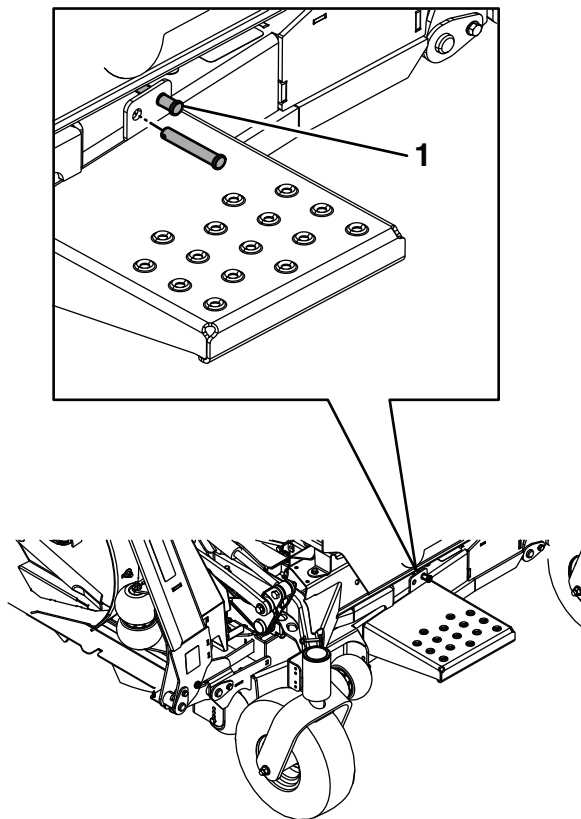
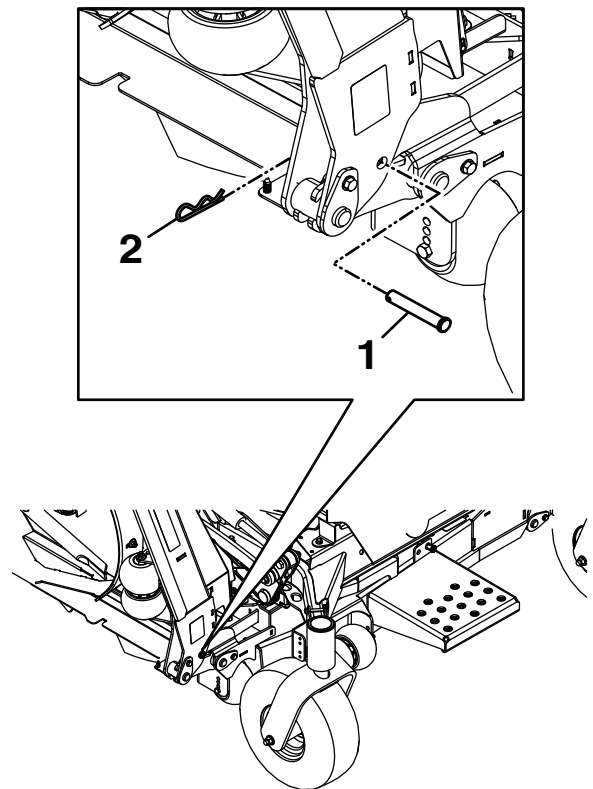

Figure 24
Figure 25
5. Retirez l'axe de chape et la goupille fendue de leur emplacement de rangement et bloquez chaque tablier latéral en position levée (Figure 24 et Figure 25).